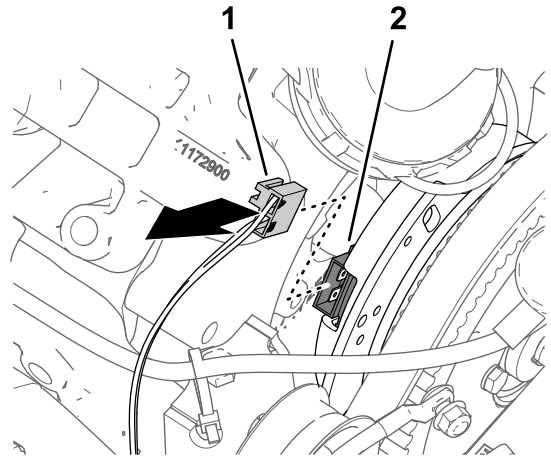

Figura 168
1. Desconecte el conector hembra de 2 vías del arnés de cables de la máquina marcado SPRAY PUMP COIL del conector de 2 pines del alternador (Figura 168).